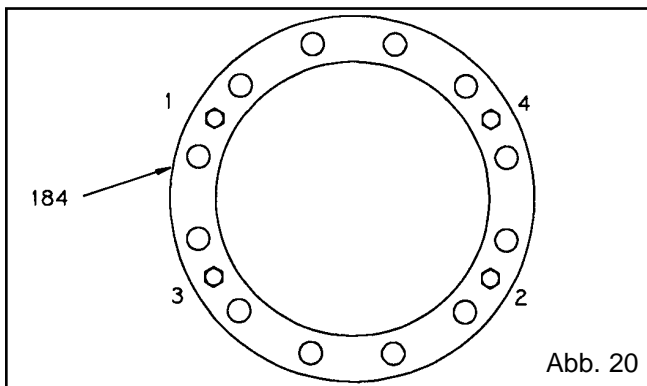

Abb. 20
2. Zum Trennen der herausziehbaren Baugruppe vom Gehäuse (100) die Hebeschrauben (418) anziehen. Die Hebeschrauben gleichmäßig abwechselnd über Kreuz anziehen (Abb. 20.)